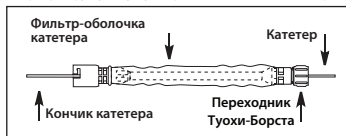

Рисунок 2
- a. Если используется фильтр-оболочка катетера с переходником Туохи-Борста (при наличии), вставьте кончик требуемого катетера в конец фильтр-оболочки катетера, где установлен переходник Туохи-Борста. Продвиньте катетер через трубку и втулку на противоположном конце (см. рис. 2).